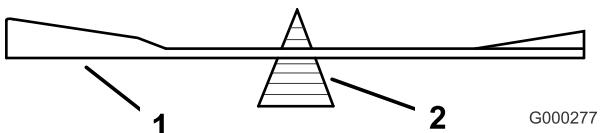

Figure 68
2. Vérifiez l'équilibre de la lame en la plaçant sur un équilibrEUR (Figure 68). Si la lame reste horizontale, elle est équilibrée et peut être utilisée. Si la lame est déséquilibrée, limez un peu l'extrémité de la partie relevée seulement (Figure 68). Répétez la procédure jusqu'à ce que la lame soit équilibrée.